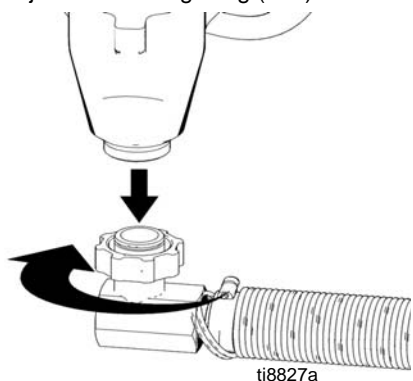

FIG. 13
3. (Afb. 13) Verwijder de aanzuigslang (114).